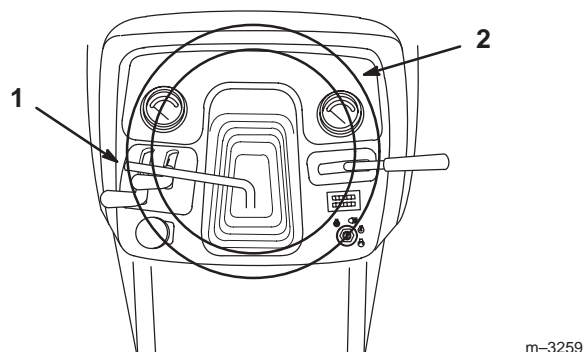

Bild 25
1. Heben Sie den Kipphebel, um die Verriegelung aufzuheben (Bild 25).